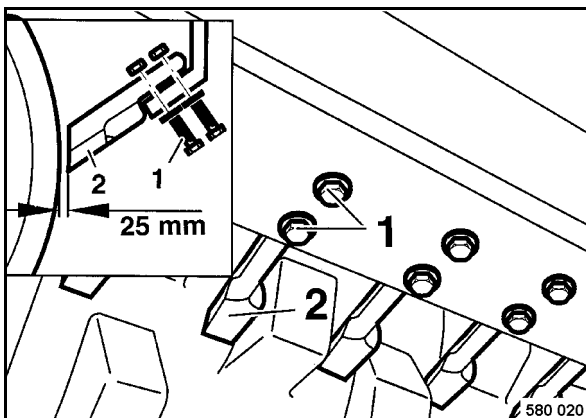

Fig. 190
- Comprobar los rascadores 2 (Fig. 190) por su ajuste y estado. Si fuese necesario, reajustarlos o cambiar dientes.
- Para el reajuste de los rascadores (2) hay que soltar los tornillos de fijación (1) en los agujeros oblongos, y deslizar los rascadores hasta unos 25 mm hacia el rodillo.